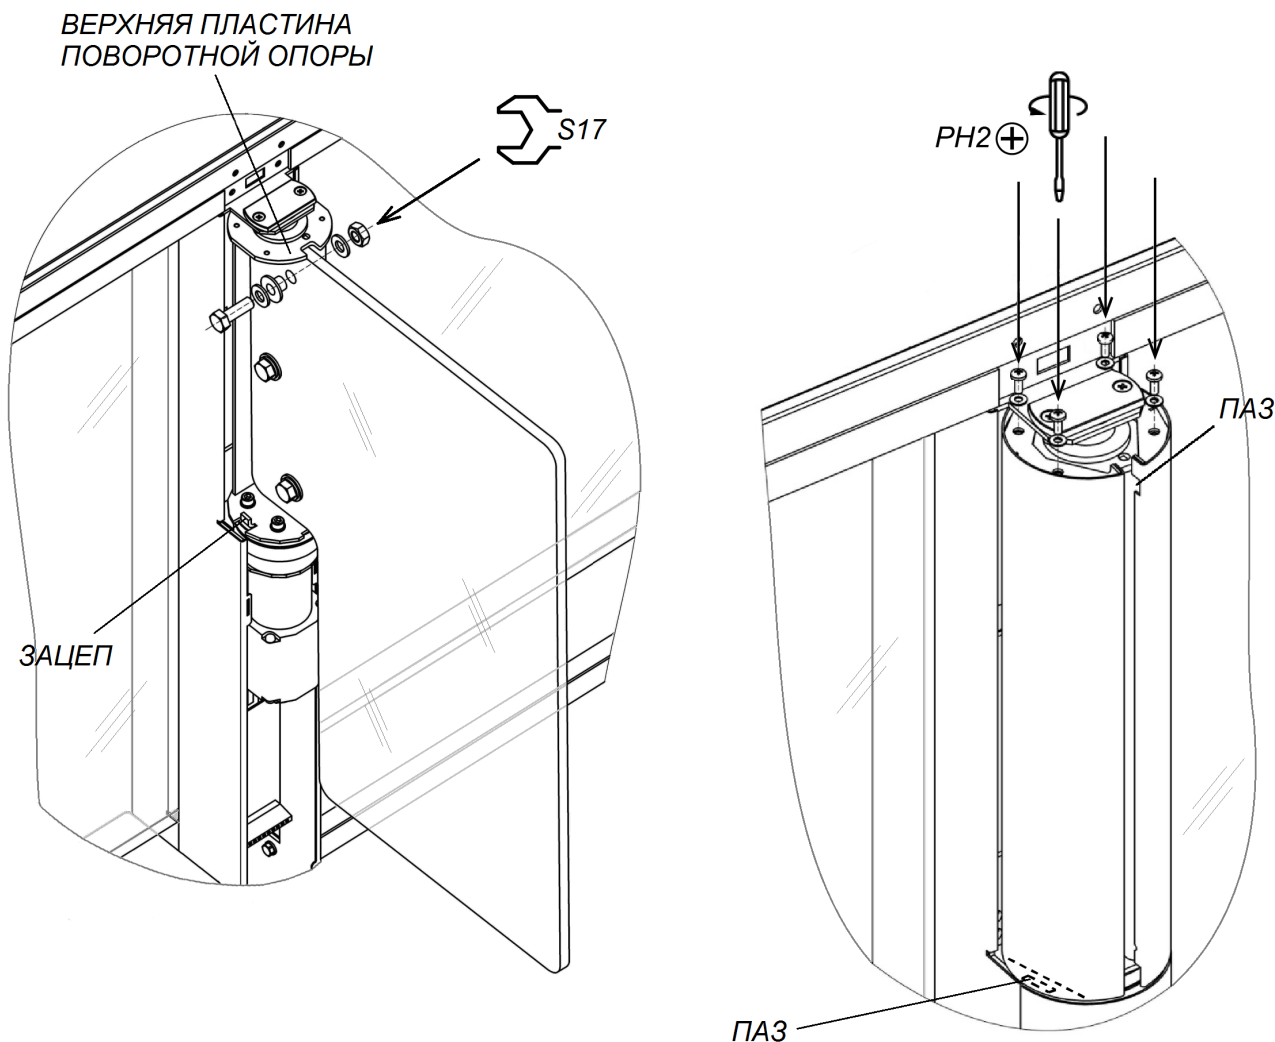
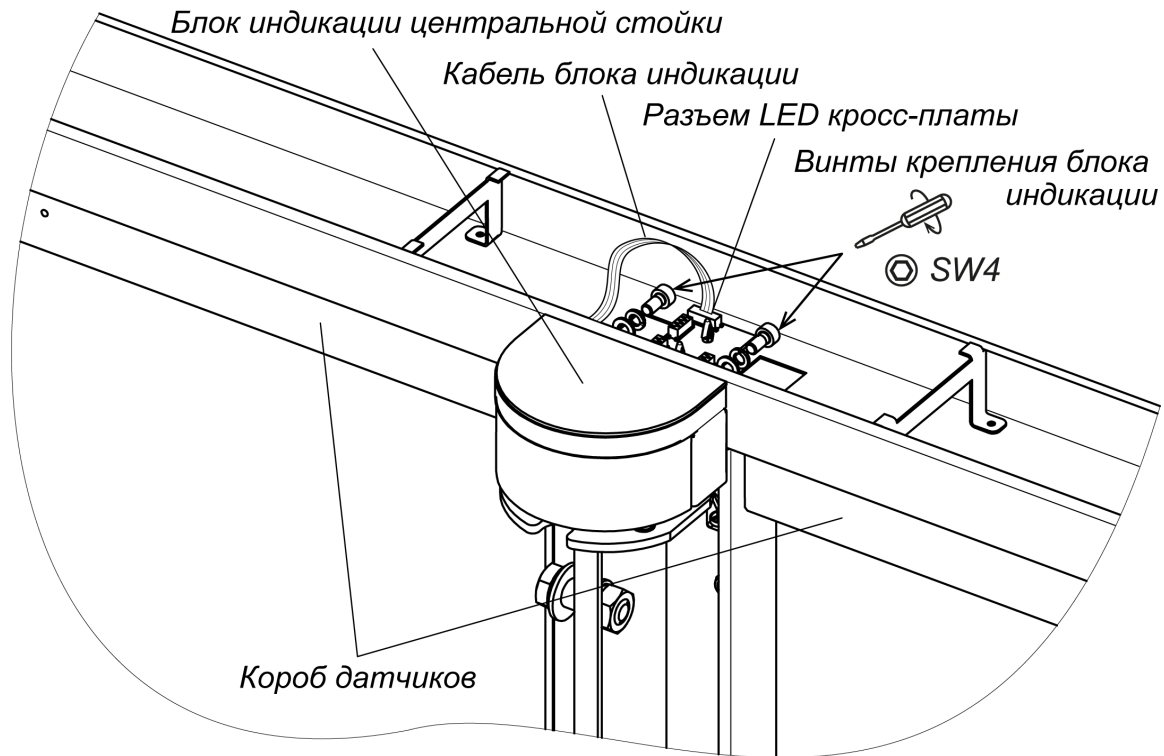
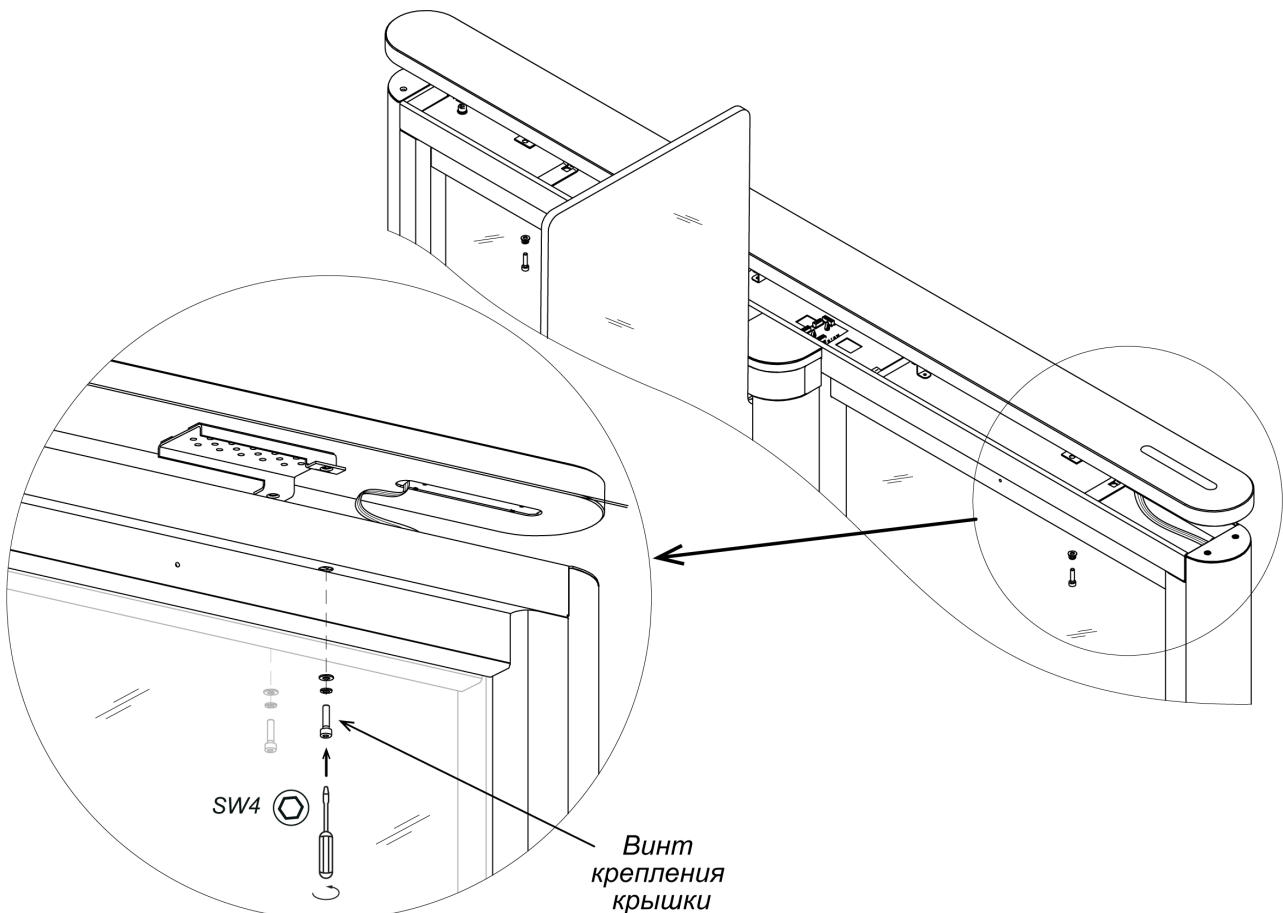

Рисунок 21. Створка и кожух створки
Рисунок 22. Монтаж блока индикации центральной стойки
Рисунок 23. Монтаж верхней крышки турникета
22. Распакуйте стеклянные створки (4) и произведите их монтаж (рис. 21, разд. 8.9.3).
23. Установите кожухи створок (3) из комплекта принадлежностей (рис. 21, разд. 8.9.4).
24. Установите на свои места передние панели боковых стоек (10) (разд. 8.9.2). После установки проверьте, чтобы верхний край панелей находился на одном уровне с корпусом секции.
25. Установите блоки индикации центральных стоек (5) (см. рис. 22, разд. 8.9.5) (взять в комплекте принадлежностей).
Снятие или установку створки (4) производите вдвоем. Створка к поворотной опоре крепится в трех местах при помощи болтов M10×30, шайб 10, втулок пластиковых и гаек M10 (см. рис. 21). Используйте рожковые ключи S17.
2. Смонтируйте одну из частей кожуха на поворотную опору створки. Для этого оденьте кожух на верхнюю пластину поворотной опоры через пазы в верхней части кожуха, после чего сдвиньте кожух вниз до конца, введя нижний паз кожуха в зацеп, расположенный в нижней части поворотной опоры (см. рис. 21).
Для установки блока индикации центральной стойки (5) (см. рис. 22):
3. Установите блок индикации на площадку, расположенную над поворотной опорой створки, и при помощи шестигранного ключа SW4 зафиксируйте его на верхнем коробе стойки (7), используя два винта M5×10 с плоскими и пружинными шайбами из комплекта поставки.
Снятие блока индикации центральной стойки производится в обратном порядке. Перед этим необходимо демонтировать с секции турникета верхнюю крышку секции (6) (см. разд. 8.9.6, рис. 23).
Порядок монтажа верхних крышек секций (рис. 23):